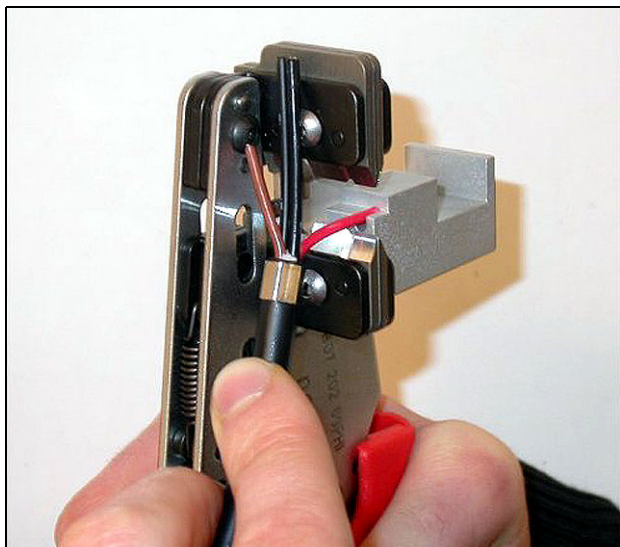

Abbildung 29.11: Isolierung der Kupferdrähte entfernen
- 9 Die rote und braune Isolierung von den Kupferdrähten ziehen, indem sie mit dem Abisolierwerkzeug (Werkzeug 5) an den Anschlag gedrückt werden (siehe Abbildung 29.11).